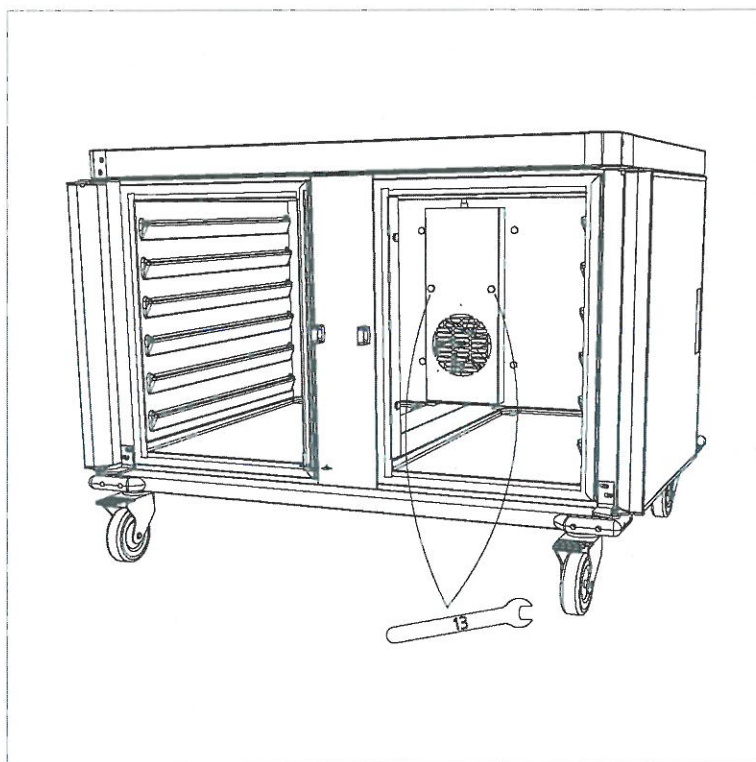

Figure 4
- Die beiden Befestigungsschrauben des Luftkreislaufes lösen (Schlüssel 13)(Abbildung 4)